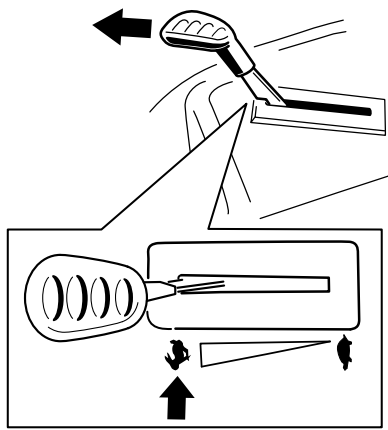

図 19
**注** ブレードを駆動する場合には、必ずスロットルを高速にセットしてください 図 19。